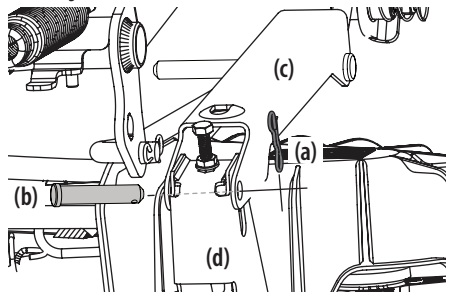

Figure 35
- a. Retirez les deux goupilles fendues (a) des axes de chape qui fixent les supports de relevage (c) aux supports de relevage arrière (d). Retirez les axes de chape (b). Voir Figure 35.